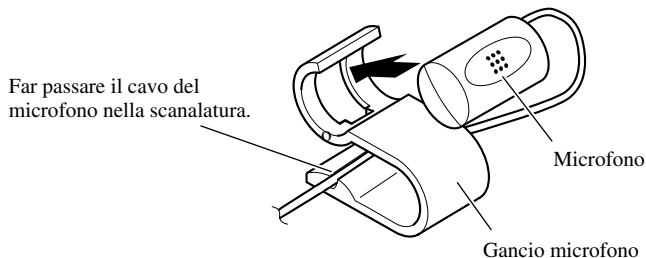

Fig. 18
1. Installare il microfono sul gancio microfono. (Fig. 18)